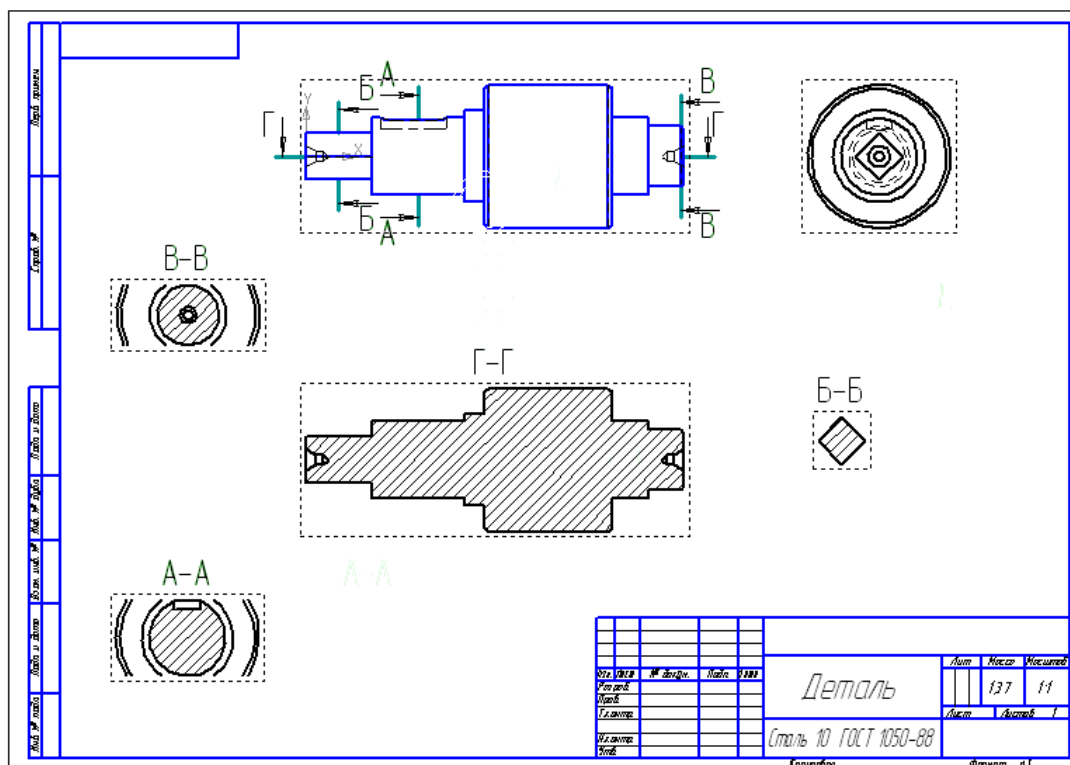

Рис. 8.
12. Выполните ассоциативный чертеж в соответствии с образцом на рис. 8.